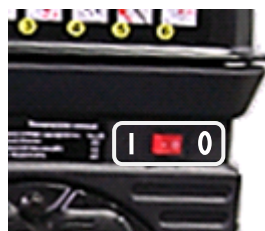

Рис.16
6. Установите переключатель включения двигателя в положение «I» (Включено) (см. рис. 16):
2. Переведите выключатель двигателя в положение "0" (Выключено) (см. рис. 16). Двигатель остановится.